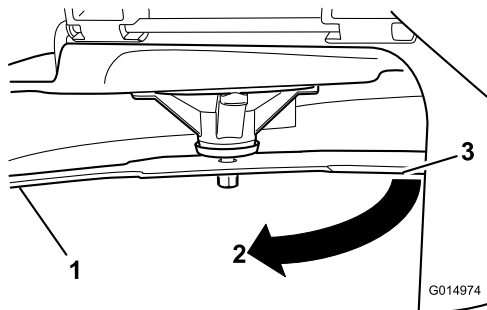

**Figura 60**
5. Misurate dalla punta della lama alla superficie piana (**Figura 60**).